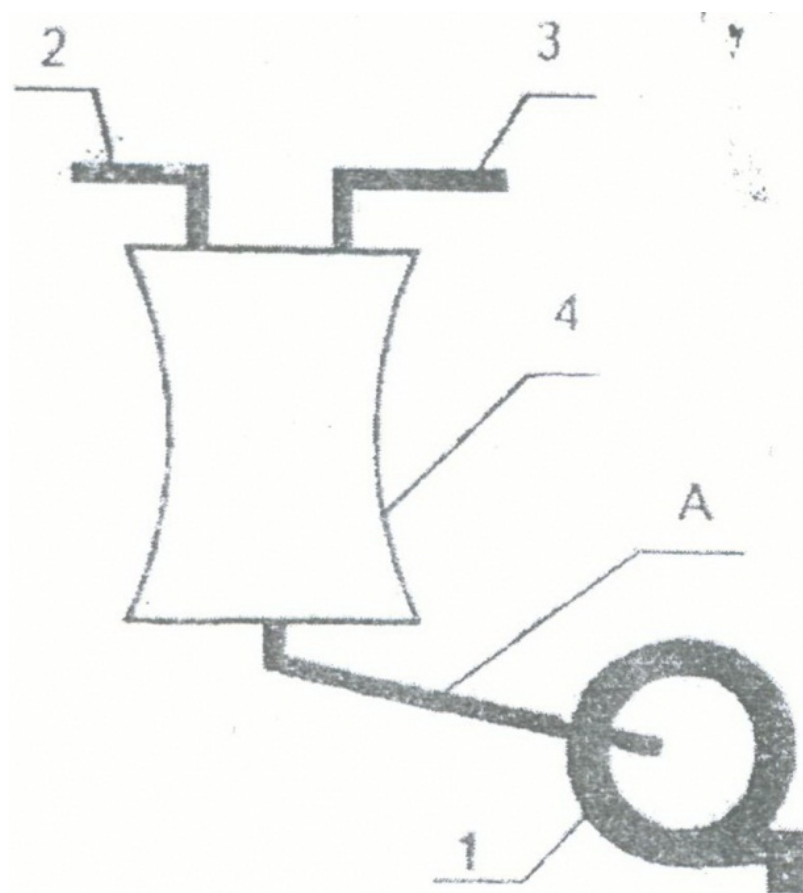
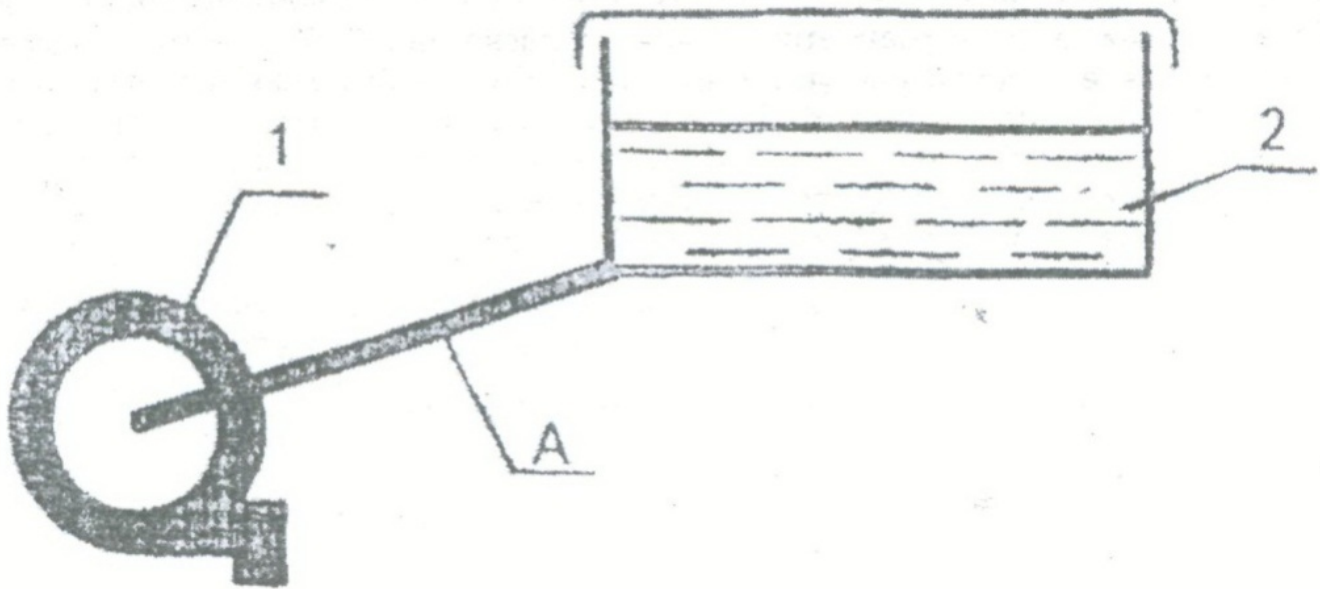

Рис. 5 - Схема установки насоса для откачивания жидкости из вакуумированной емкости
Рис. 6 - Схема установки насоса для перекачивания жидкости из емкости, находящейся под атмосферным давлением
3.3 Насос обеспечивает откачивание молока из вакуумированной молочной системы доильной установки (см. рис. 5) и открытой емкости (см. рис. 6).
электродвигателя. Центр оси насоса должен находиться на одном уровне или ниже центра сливного патрубка емкости, из которой происходит откачивание жидкости. Схемы установки насоса показаны на рис. 5 и 6.